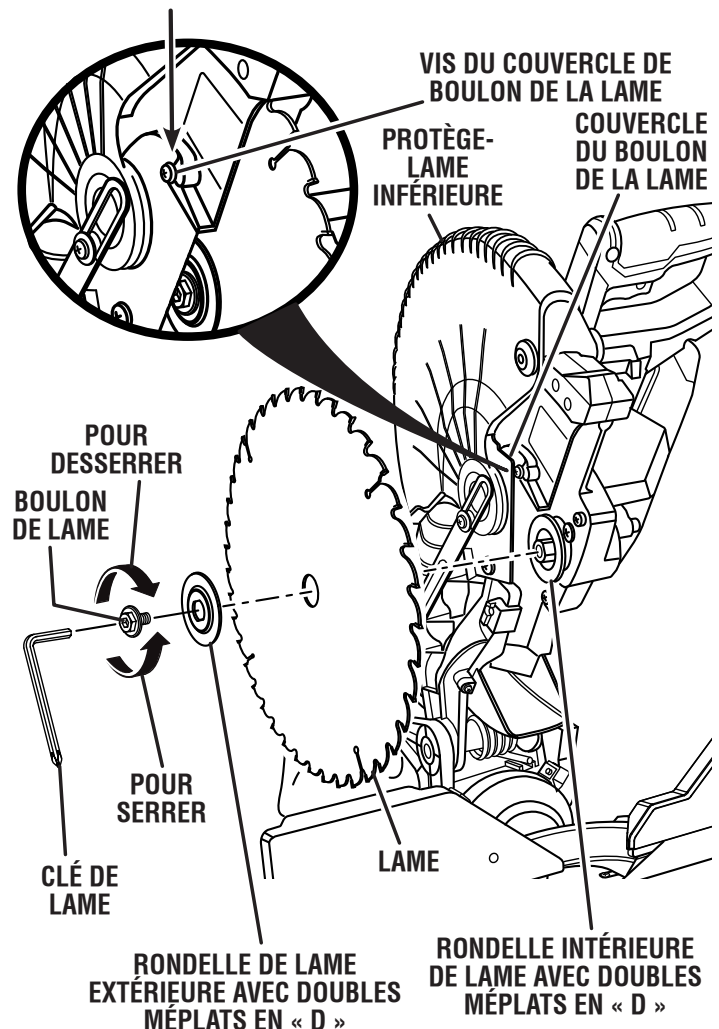

Fig. 12
Voir la figure 12.
- Montez la lame à l'intérieur du protège-lame inférieur et sur la broche; les dents de la lame se dirigeant vers le bas à l'avant de la scie, comme l'illustre la figure 12.